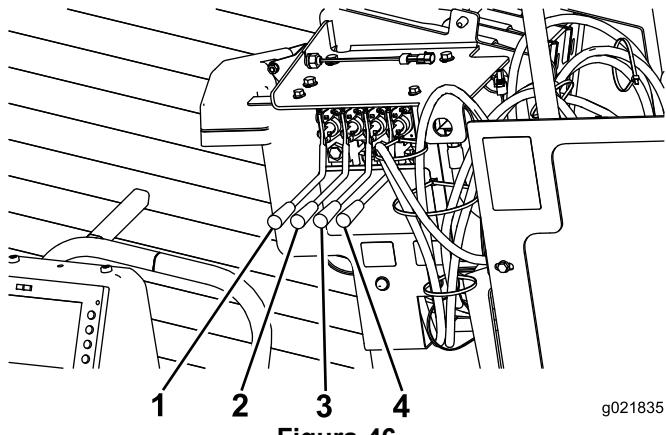

Figura 46
6. Mueva las 2 palancas de la estaca derecha hacia dentro para bajar y girar la estaca de barrena derecha hasta el fondo (Figura 46).